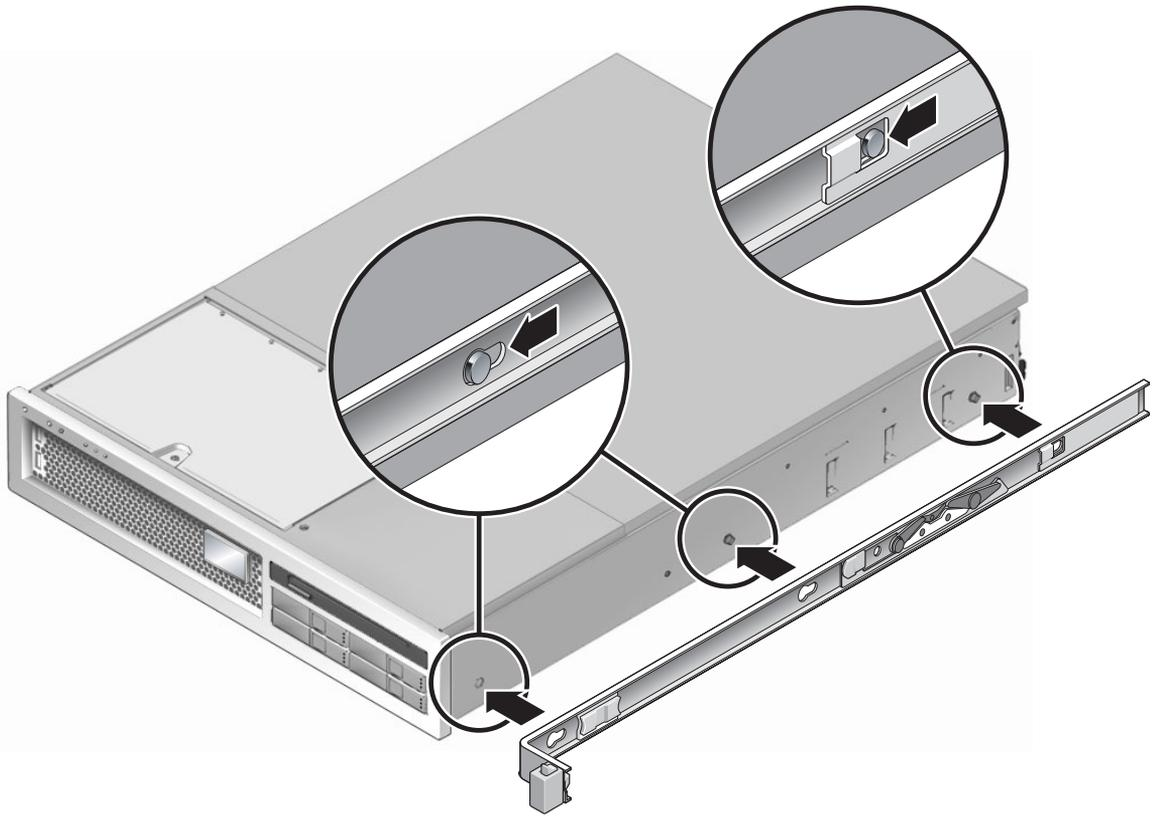

図 2-4 固定部品のシャーシへの取り付け
- a. スライドレールロックを前面側にして、固定部品の 3 つのはめ込み用の穴とシャーシ側の 3 つの位置決め用のピンの位置を合わせて、シャーシに固定部品を配置します (図 2-4)。
- c. 図 2-4 の右側に示されているように、3 つの位置決め用のピンがすべてのはめ込み用の穴に固定され、背面側の位置決め用のピンが固定部品のロックにかみ合っていることを確認します。